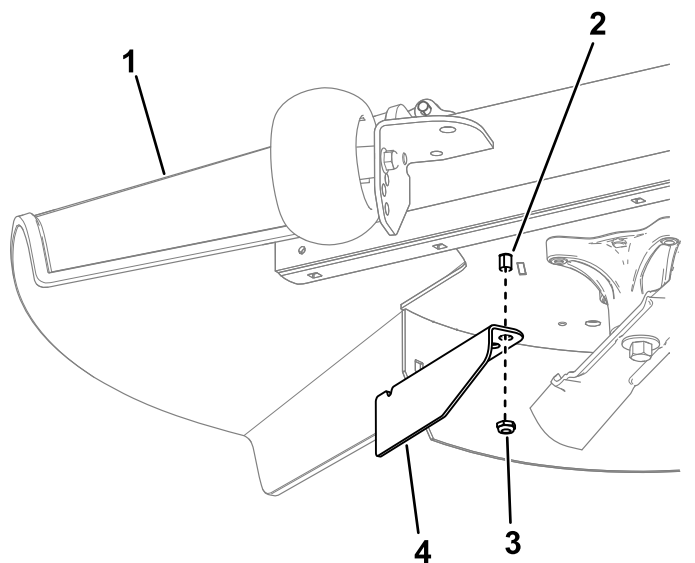

Figura 15
10. Îndepărtați piuliă de la tija deflectorului pentru iarba de sub puntea mainii de tuns iarba (Figura 15).
11. Utilizai piulia pentru a monta deflectorul de separare pe tijă deflectorului pentru iarbă, folosind orificiul exterior al deflectorului (Figura 15).